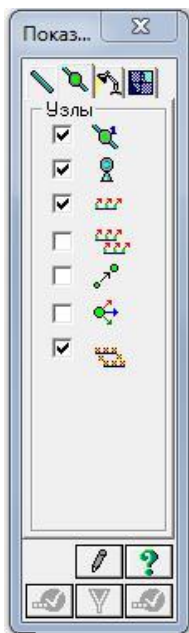

Рис. 3.19. Диалоговое окно Показать
- В диалоговом окне Показать (рис.3.19) активизируйте вторую закладку Узлы и установите флажок Номера узлов.